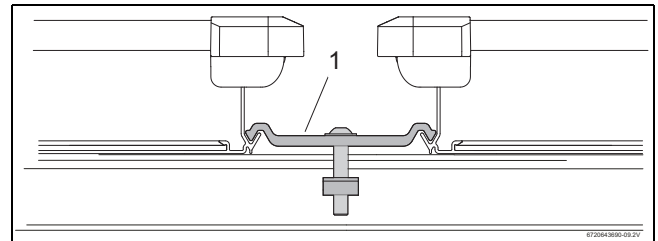

Fig. 64 Montar la sujeción doble del colector entre 2 colectores
- ▶ Apretar el tornillo de la sujeción doble del colector con la llave SW5. El elemento de sujeción (fig. 64, [1]) del tensor del colector queda enganchado en el borde inferior del mismo.